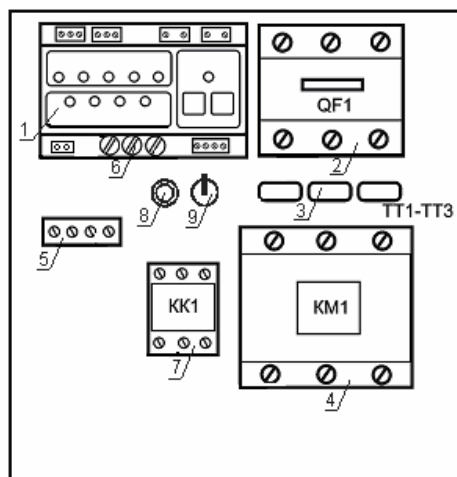

Рис. 1
3.1 Станция смонтирована в металлическом или пластмассовом ящике навесного исполнения с откидной дверцей. Внутри корпуса (рис. 1) установлены модуль контроллера 1, автоматический выключатель 2, датчики тока 3, пускатель 4, клеммный блок 5, в станциях с пускателями четвертой и выше величины установлено промежуточное реле 7, модуль контроллера имеет регуляторы токовой защиты 6 для каждой фазы. Защита электронных узлов от импульсных перенапряжений в сети из-за грозовых разрядов осуществляется встроенным варистором и предохранителем 8. При чрезвычайных ситуациях можно отключить электронный модуль и перейти на ручное управление с помощью тумблера 9, в этом случае защита осуществляется только автоматическим выключателем 2.